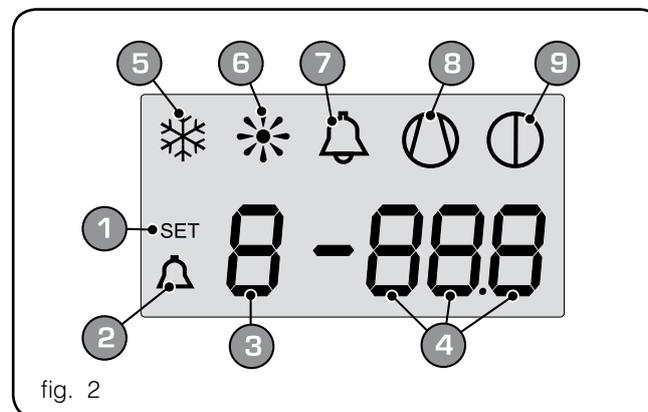

fig. 2
**Visualización pantalla (Fig.2)**